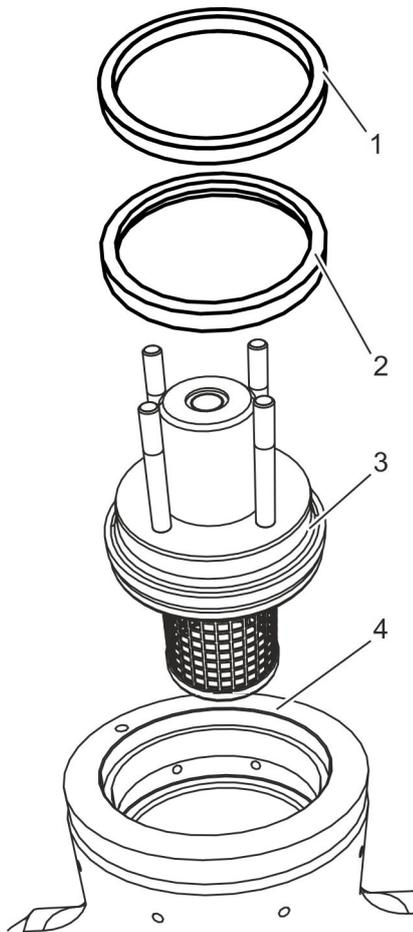

Abb. 20: Verschlussdeckel einsetzen
Verschlussdeckel (Abb. 20/3) mit Siebzylinder mit geeignetem Hebezeug in das Gehäuse (Abb. 20/4) einsetzen.
12.▶ Neuen Dichtring (Abb. 20/2) montieren.
13.▶ Stützring (Abb. 20/1) auf den Dichtring (Abb. 20/2) legen.